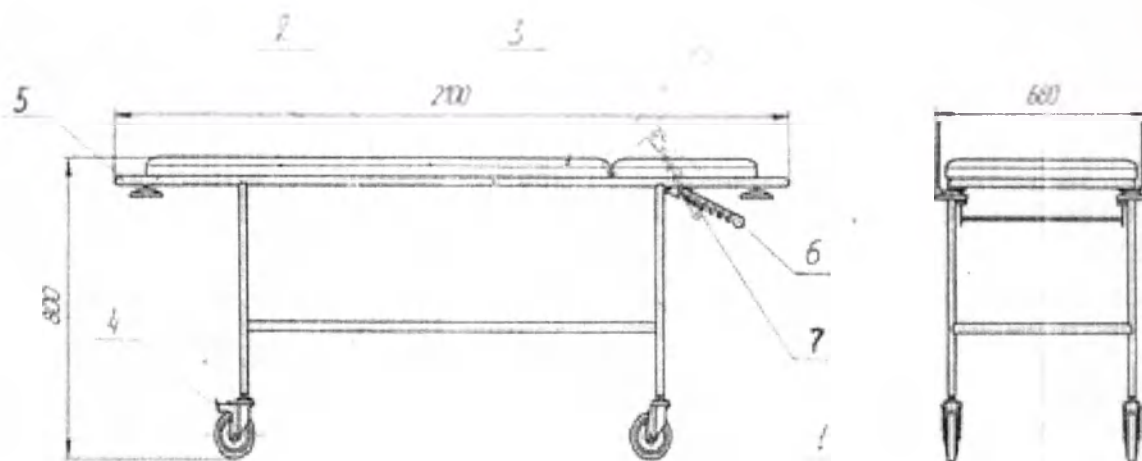

Рисунок 1
2.1. Тележка (см. рис.1) представляет собой каркас 1, сваренный из стальных труб, на котором закреплено ложе 2 и подголовник 3. Тележка установлена на четыре колеса 4 два из которых с тормозом и снабжена ручками 5. Подголовник устанавливается в наклонное положение вручную при помощи гребёнок 6 и крючков 7 которые зацепляются между собой.